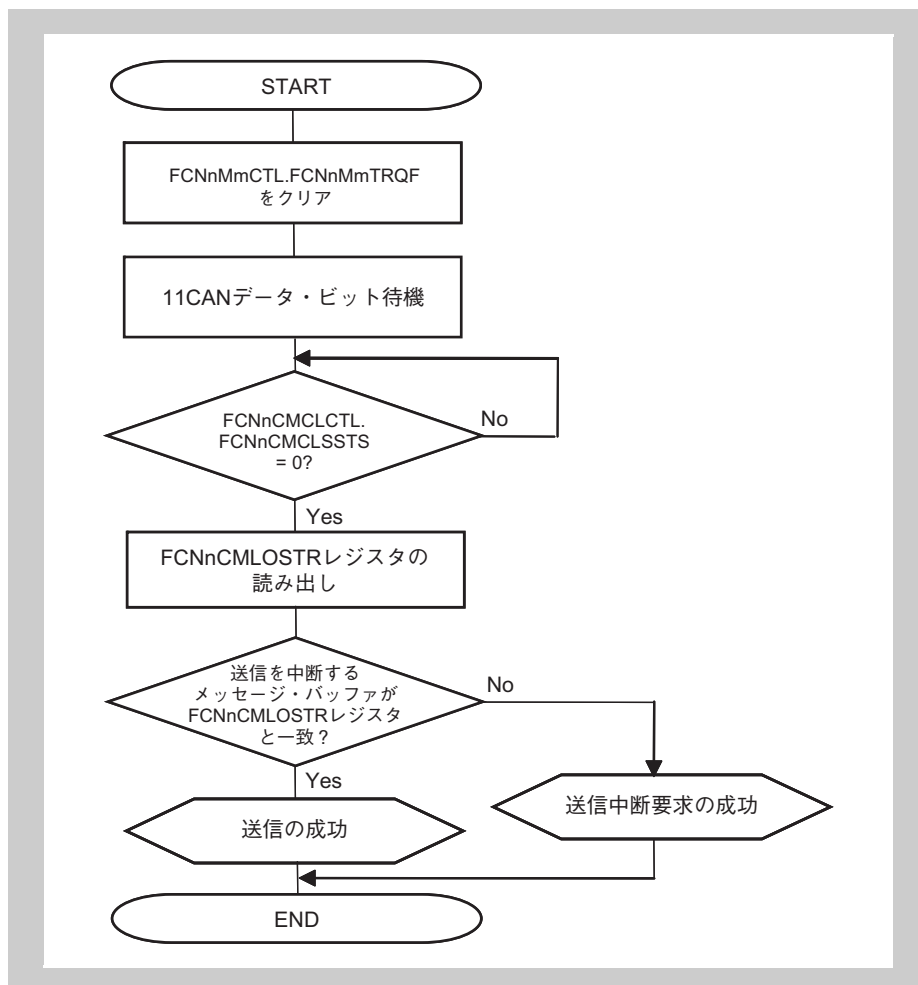
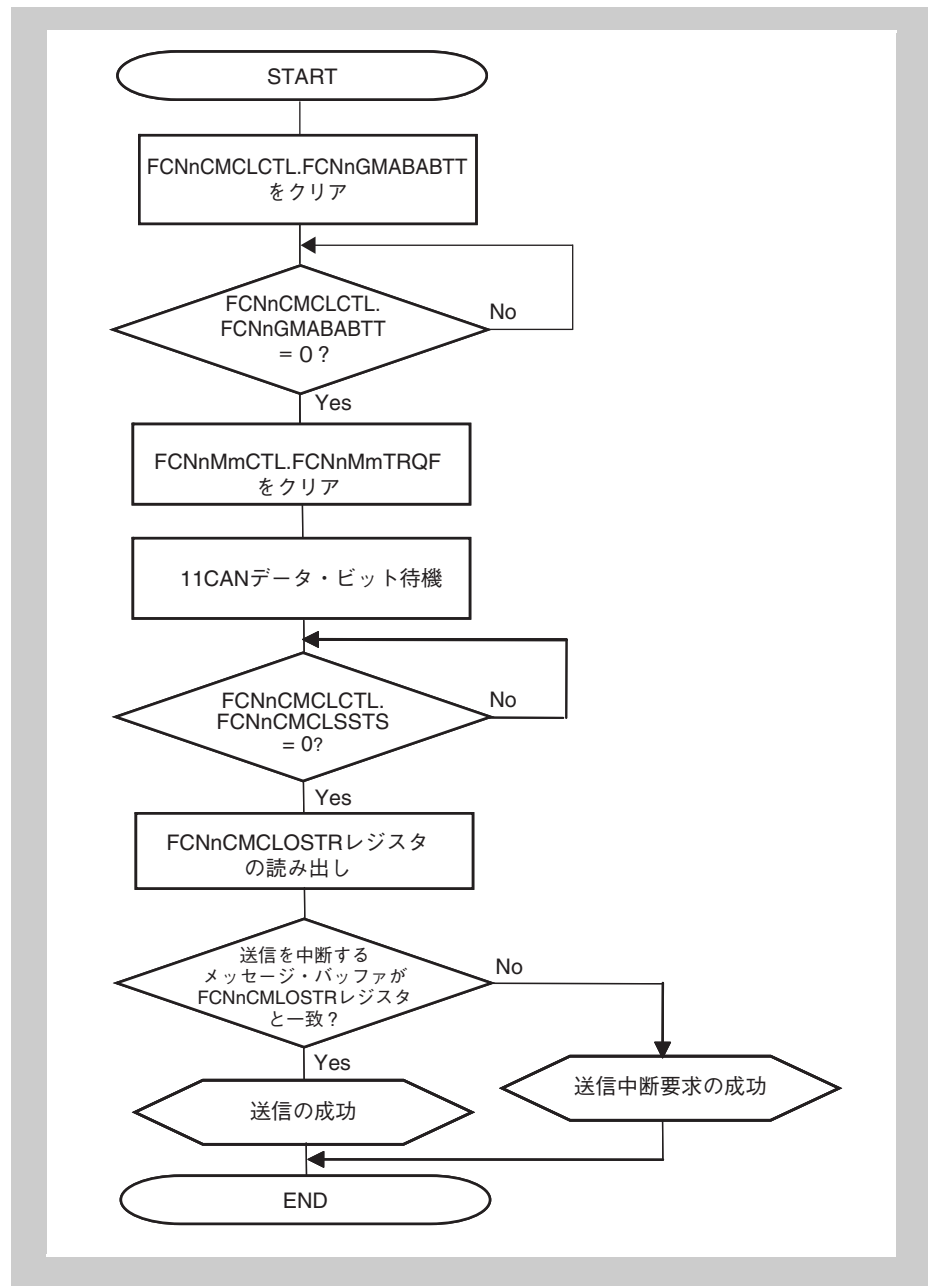

図 24-24 送信中断処理 (ABT 付き通常動作モードの実行中を除く)
図 24-25 ABT 送信以外の送信中断処理 (ABT 付き通常動作モードの実行中)
- ・ 動作モード中に図 24-24 「送信中断処理 (ABT 付き通常動作モードの実行中を除く)」の送信中断処理に従った全ての送信要求クリア後の初期化モード状態時 (ABT 付き通常動作モード中は図 24-25 「ABT 送信以外の送信中断処理 (ABT 付き通常動作モードの実行中)」の送信中断処理に従って全ての送信要求をクリアしてください。)
2. FCN スリープ・モード / FCN ストップ・モードへの移行要求は、図 24-26 「ABT 送信要求中断処理 (ABT 付き通常動作モードの実行中) (1)」または、図 24-27 「ABT 送信要求中断処理 (ABT 付き通常動作モードの実行中) (2)」の手順に従って FCNnGMABCTL.FCNnGMABABTT をクリアしたあと (ABT モードを中断したあと) で発行してください。ABT 領域以外の領域で送信要求をクリアする場合は、図 24-24 「送信中断処理 (ABT 付き通常動作モードの実行中を除く)」の手順に従ってください。
2. FCN スリープ・モード / FCN ストップ・モードへの移行要求は、図 24-26 「ABT 送信要求中断処理 (ABT 付き通常動作モードの実行中) (1)」または、図 24-27 「ABT 送信要求中断処理 (ABT 付き通常動作モードの実行中) (2)」の手順に従って FCNnGMABCTL,FCNnGMABABTT をクリアしたあと (ABT モードを中断したあと) で発行してください。ABT 領域以外の領域で送信要求をクリアする場合は、図 24-24 「送信中断処理 (ABT 付き通常動作モードの実行中を除く)」の手順に従ってください。